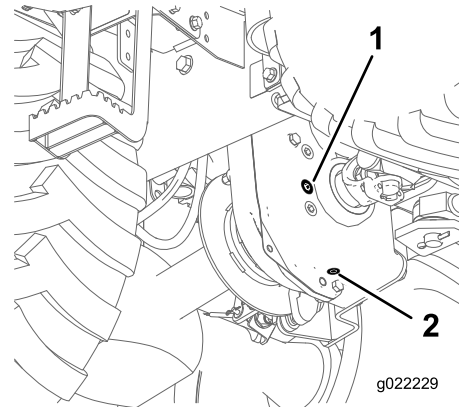

Figura 35
2. Limpie la zona alrededor del tapón de llenado con un disolvente (Figura 35).